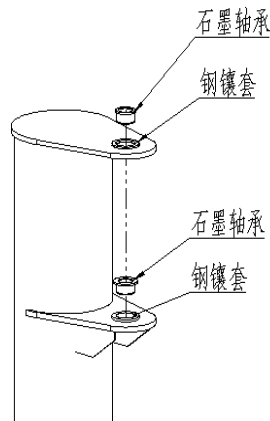

图 4A (石墨轴承安装)
- 4.1 将上下石墨轴承分别装入上下耳板的钢镶套内（如图 4A）。